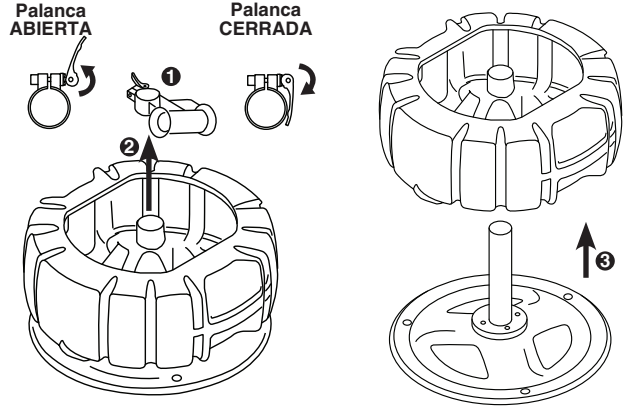

Figura 5 – Reemplazo del tambor
1. Abra la palanca de liberación rápida del tubo guía (Figura 5).